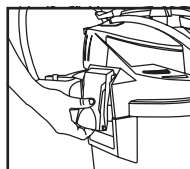

**FIGURE 3**
3. Abaissez la poignée. **FIGURE 3.**